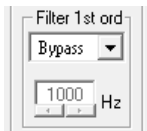

Abb. 23 Eingangsfilter
- 1) Im Listenfeld unter „Filter 1st ord“ (Abb. 23) den Filtertyp wählen: Hochpass (High Pass) oder Tiefpass (Low Pass).